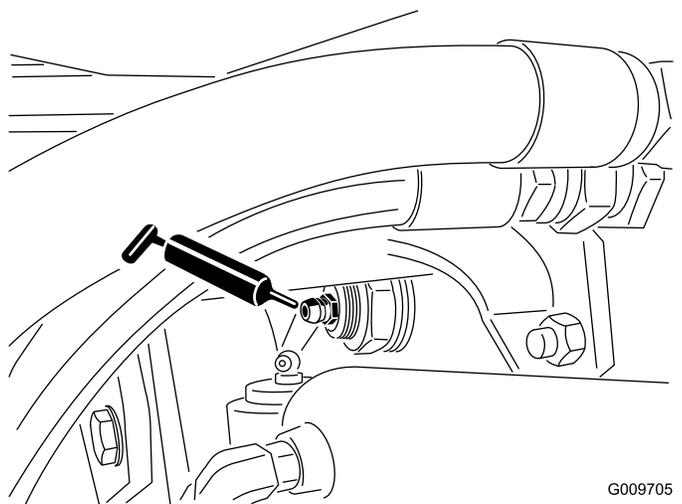

Figura 36
- Boccole orientabili dell'assale posteriore (2) come illustrato nella Figura 36